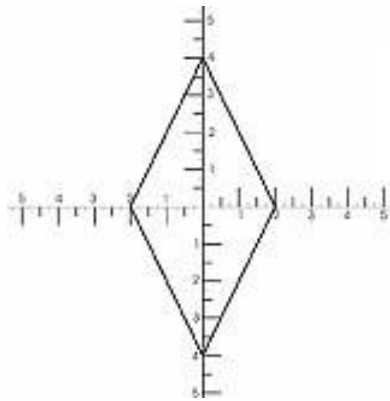

Abbildung 1
1. Mit dem Diamond Master Blatt. (im Lieferumfang enthalten und zum Download auf cuttersmate.com), zeichnen und Schneiden Sie Ihre gewünschte Diamant aus. (Bild 1)